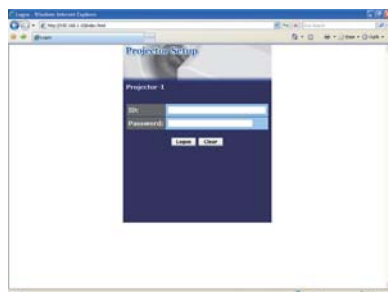

Fig. 3.1.1a "Menu de Logon"
1) Entrez "**http://192.168.1.10**" dans la barre d'adresse du navigateur et appuyez sur "Enter" ou cliquez sur la touche "→". L'écran dans la Fig. 3.1.1a sera affiché.